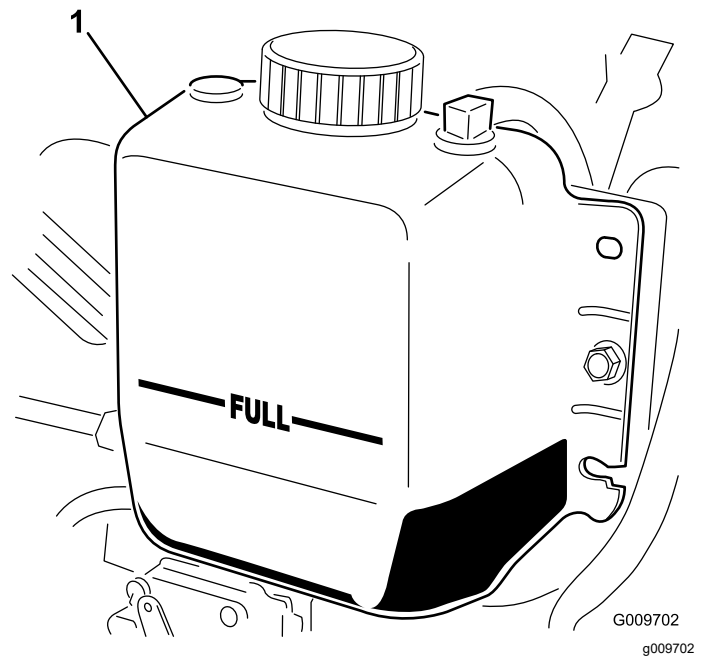

Bild 116
3. Prüfen Sie den Kühlmittelstand im Kühler. Der Kühler sollte bis zur Oberseite des Füllstutzens und das Ausdehnungsgefäß bis zur VOLL-Markierung gefüllt sein (Bild 116).